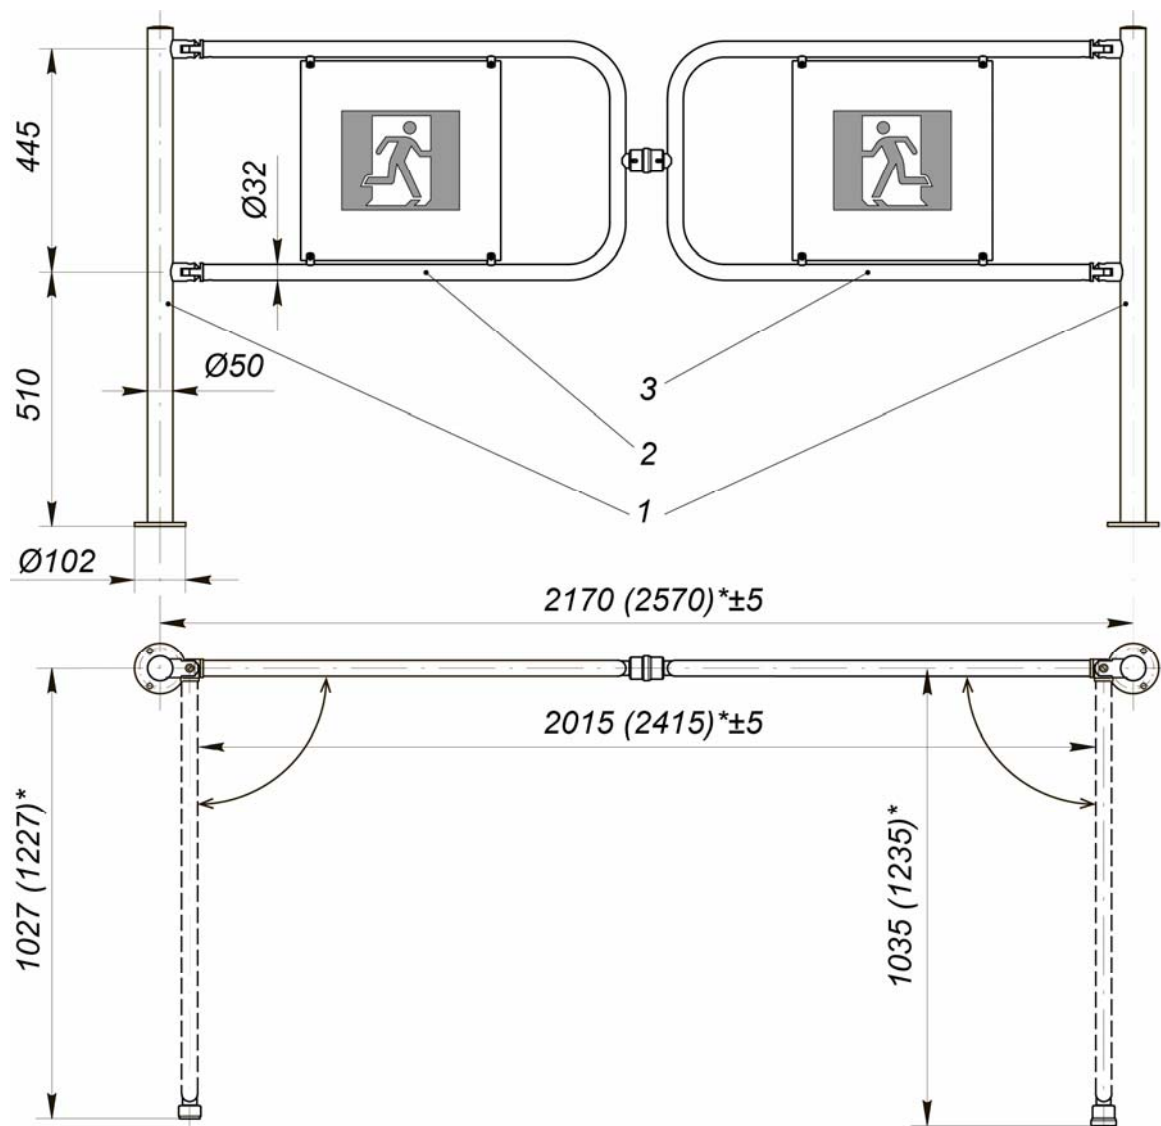

Рисунок 7. Двойная распашная секция ограждения с магнитным УБ1:
- **Поворотная секция ограждения**, предназначенная для формирования зоны прохода и организации аварийного выхода. Имеются три модификации – поворотная секция с механическим УБ (см. рис. 5), автоматическая поворотная секция с электромагнитным УБ (см. рис. 6) и двойная распашная секция ограждения с магнитным УБ (см. рис. 7).